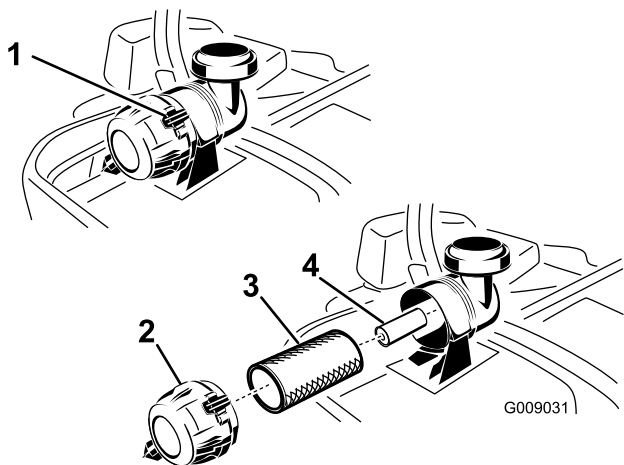

Figura 50
3. Presione hacia abajo para abrir los enganches del limpiador de aire y tire de la tapa del limpiador de aire para separarla de la carcasa del limpiador de aire (Figura 50).
5. Extraiga con cuidado el filtro primario del cuerpo del limpiador de aire (Figura 50). Evite golpear el filtro contra el lado de la carcasa.
1. No limpie el filtro de papel, cámbielo (Figura 50).
2. Si va a cambiar el filtro secundario, deslícelo cuidadosamente en el cuerpo del filtro (Figura 50).
3. Deslice cuidadosamente el filtro primario por encima del filtro secundario (Figura 50). Asegúrese de que está bien asentado empujando sobre el borde exterior del filtro mientras lo instala.
4. Instale la tapa del limpiador de aire y gírela hasta que los enganches la bloqueen en su sitio (Figura 50).